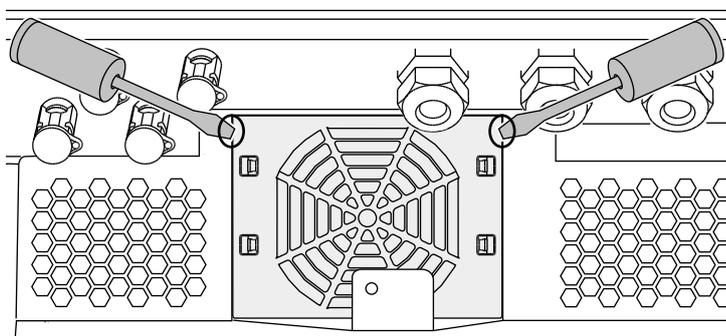

Fig. 57: Løsn ventilatorgitteret
2. Afmonter ventilatoren. Isæt en skruetrækker ved ventilatorgitterets kant, og tryk en smule på ventilatorgitteret. **➤ Fig. 57**